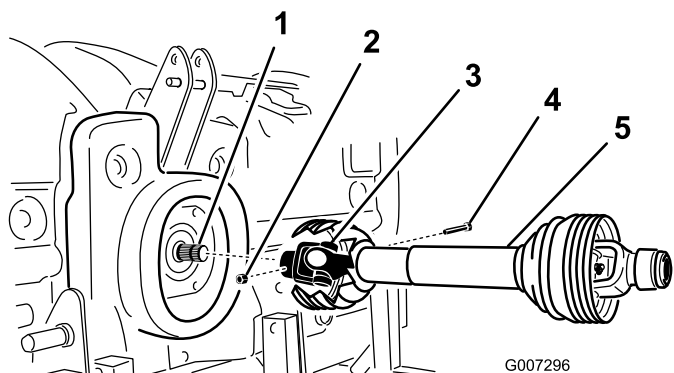

Рисунок 11
2. Подсоедините карданный вал VOM к первичному валу редуктора машины (Рисунок 11) с помощью болта (½ x 3,00 дюйма) и гайки (½ дюйма).